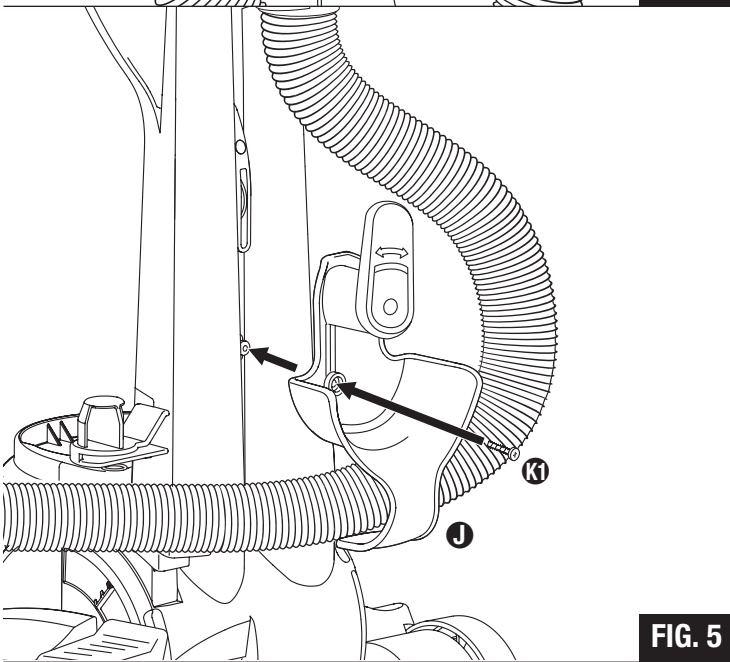

FIG. 5
Step 5: (FIG. 5) Thread the hose inside the lower hose retainer ① and then attach the lower hose retainer to the rear housing with a short screw ③.
Étape 5 : (FIG. 5) Insérez ce boyau dans le boyau inférieur **1**, puis fixez le boyau inférieur au boîtier arrière avec une vis courte **1**.
Paso 5: (FIG. 5) Pase la manguera dentro del conjunto inferior del soporte de la manguera **1** y luego fije el conjunto inferior del soporte al alojamiento trasero usando un tornillo corto **1**.